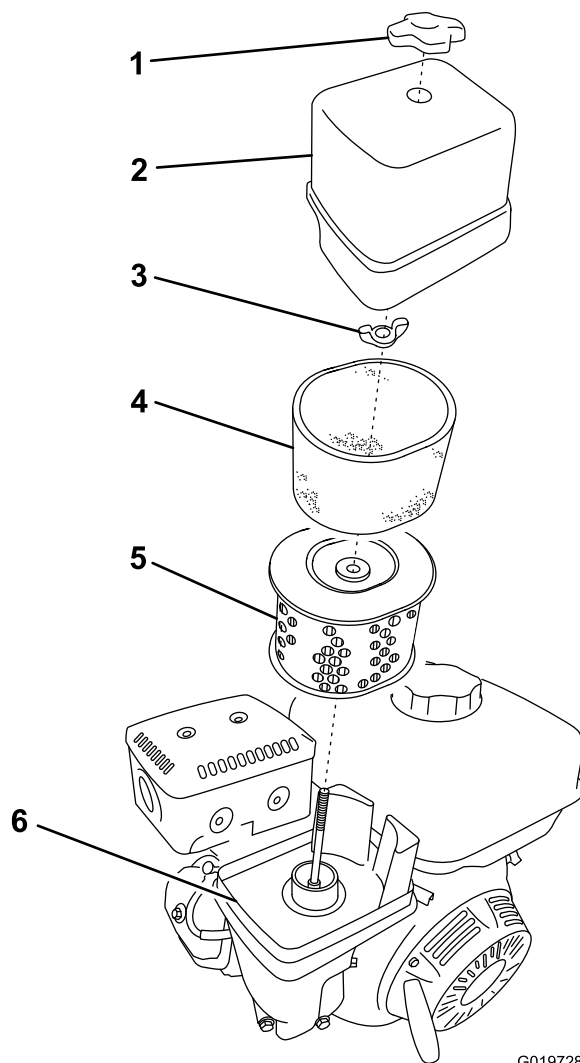

Figura 24
3. Retire la tuerca que sujeta la tapa (Figura 24).
5. Separe cuidadosamente de la base los elementos de gomaespuma y de papel (Figura 24).
6. Separe el elemento de gomaespuma del elemento de papel (Figura 24).